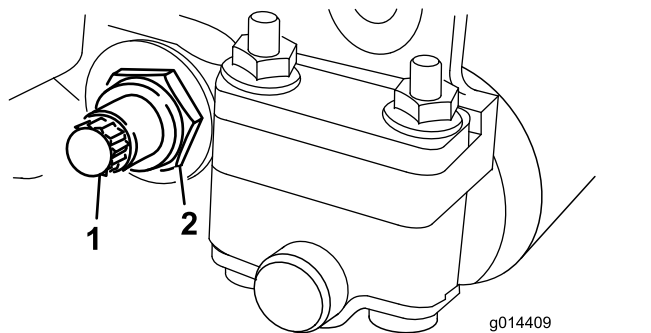

Bild 18
3. Lösen Sie an jeder Seite der Maschine die Sicherungsmutter, mit der die Schraube des Untermesserträgers befestigt ist (Bild 18).
4. Nehmen Sie jede Schraube des Untermesserträgers ab, damit der Untermesserträger nach unten gezogen und von der Schneideinheit entfernt werden kann (Bild 18).